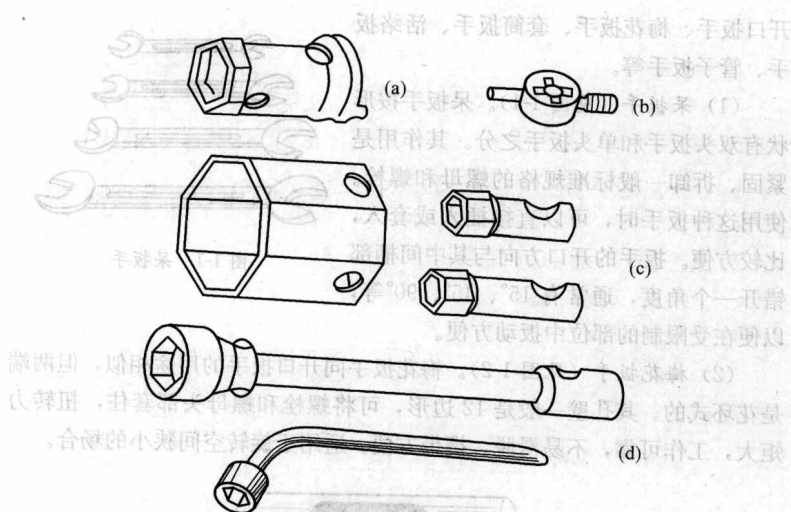

图 1-3 套筒扳手
(3) 套筒扳手(见图 1-3)。套筒扳手除了具有一般扳手的用途外,特别适用于旋转部位很狭小或隐蔽较深处的六角螺母和螺栓。由于套筒扳手